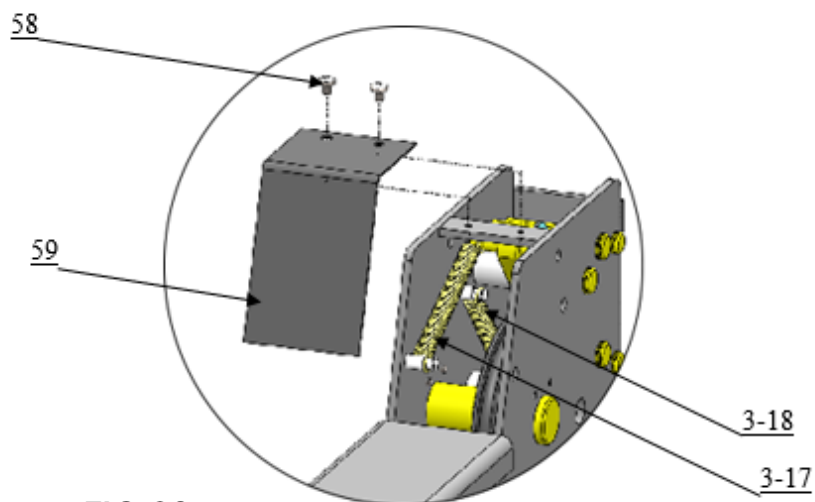

FIG.29
4. Instale a mola de tensão e a tampa protetora da viga transversal. Ver Fig. 29.